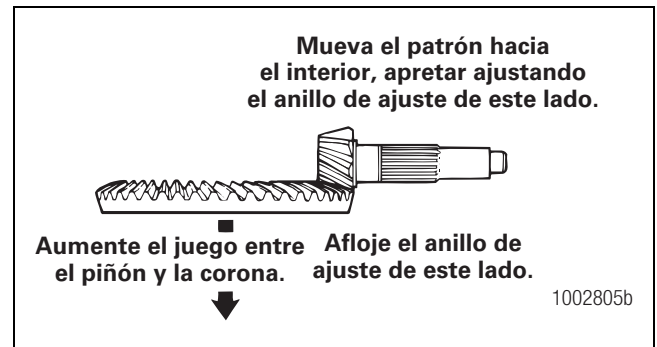

Figura 5.58
- Aumente el juego para mover los patrones de contacto hacia la parte exterior de los dientes de la corona. Figura 5.58.